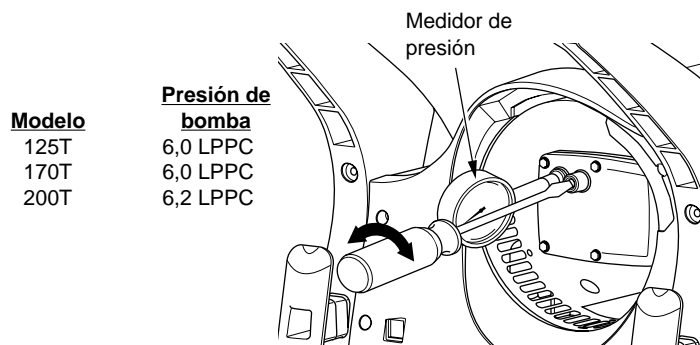

Figura 10 - Ajuste de la presión de la bomba
5. Ajuste la presión. Gire la válvula de escape hacia la derecha para incrementar la presión. Gire la válvula de escape hacia la izquierda para disminuir la presión. Consulte las especificaciones a continuación para la presión correcta (consulte la figura 10).